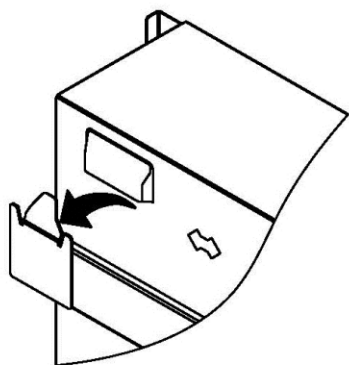

Fig.3
- Levante con cuidado el calefactor asegurándose de que las dos ranuras traseras superiores del calefactor encajan en el soporte de pared (véase la Fig. 3). (ver Fig.3) y quede centrado.